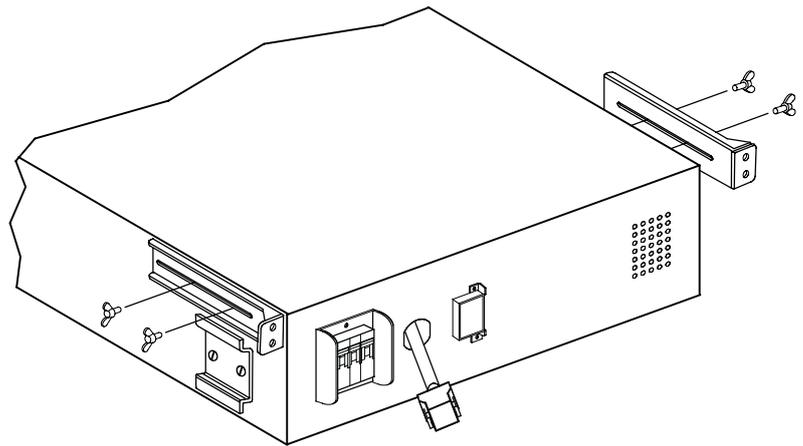

Abbildung 9. Einbauen der optionalen erschütterungsfreien EBM-Montagehalterungen
15. Beim Einbau der optionalen erschütterungsfreien Montagehalterungen die beiden erschütterungsfreien EBM-Montagehalterungen mit den Schraubenbohrungen an der Seite des EBMs oberhalb der hinteren Montagehalterungen ausrichten. Die Halterungen mit vier mitgelieferten Flügelschrauben locker sichern. Siehe Abbildung 9.